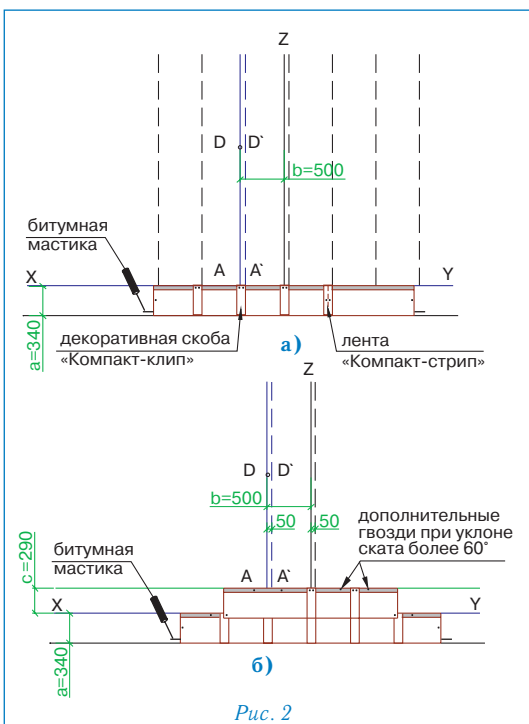

Рис. 2
Укладка материала (рис. 2)
- укладка черепицы начинается от линии AD, при этом ее верхний край выравнивается по линии XY (рис. 2а);
- листы первого ряда укладываются встык и фиксируются двумя гвоздями по центру коротких сторон на расстоянии 2 см от края (рис. 2а);
- правая сторона скобы «Компакт-клип» выравнивается по линии A'D' и фиксируется двумя гвоздями через специальные отверстия (рис. 2а);
- листы второго ряда черепицы укладываются от линии AD, их нижний край выравнивается по линии, параллельной XY; каждый лист фиксируется двумя гвоздями в 2,5 см от нижней стороны; стыки и середина каждого листа закрываются декоративными скобами «Компакт-клип», которые также фиксируются двумя гвоздями (рис. 2б);
Каждый лист ПРЕСТИЖ ВИЗАНТИЯ закреплен шестью гвоздями, в соответствии с рекомендациями, приведенными выше (рис. 2б).
При укладке материала на скатах с уклоном более 60° каждый лист дополнительно фиксируется двумя гвоздями в верхней части (рис. 2б).